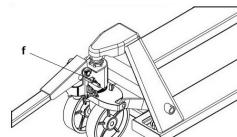

Abbildung 3
- Senken Sie den Griff in die waagerechte Position und lösen Sie die Feder, indem Sie den Stift (f) (Abbildung 3) herausziehen. Bewahren Sie den Stift auf. Verwenden Sie ihn bei Eingriffen auf die Pumpe zum Sperren der Feder.